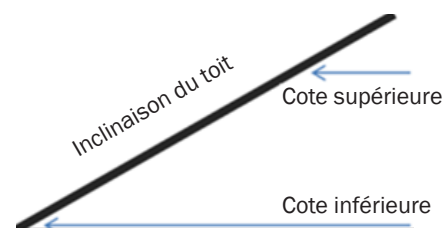

Fig. 9
- Reportez l'inclinaison du toit sur le panneau isolant une seule fois en effectuant des mesures (Fig. 9) ou au moyen du rapporteur d'angle (réf. 36 82 00) et placez le panneau sur le rail d'appui (6).
- Sortez l'étrier de coupe, desserrez la vis de blocage (8) du rail d'appui et soulevez le support (6) et le panneau isolant jusqu'à ce que le fil de l'étrier de coupe coïncide avec le repère sur le panneau isolant.
- Fixez la vis de blocage (8) et guidez le fil de coupe à travers le panneau.